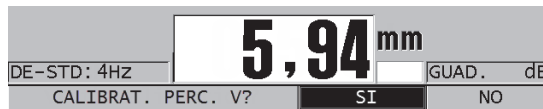

Figura 12-4 Risposta affermativa al messaggio di calibratura del V path
7. Nella barra dei messaggi di aiuto, selezionare **SI** come risposta al messaggio **Calibrat. perc. V?** (Calibratura del V path?) [vedi Figura 12-4 a pagina 249].